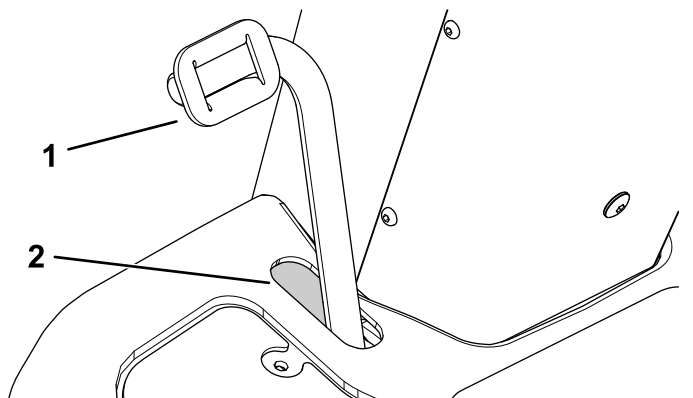

Figura 86
1. Pressione o pedal do travão para baixo para ver se existe folga suficiente na extremidade frontal da ranhura (Figura 86).